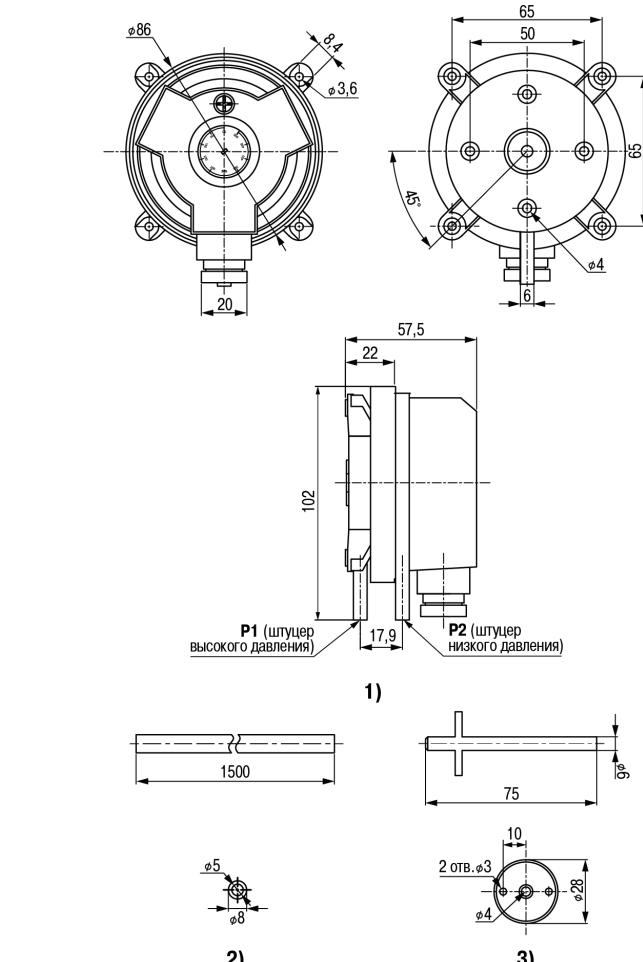

Рисунок 4.1 – Габаритные и присоединительные размеры прибора (1), импульсной трубы (2) и штуцеров (3)
- габаритные и присоединительные размеры на технологическом объекте соответствуют размерам прибора (см. рисунок 4.1);